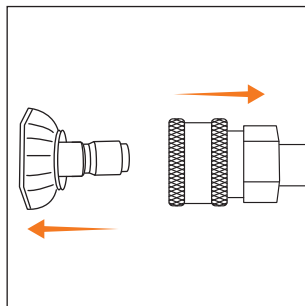

Рис. 18
- Для снятия – нажмите на фиксирующее кольцо и потяните за форсунку (Рис. 18).